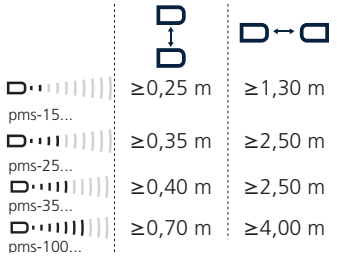

Abb. 2: Mindest-Montageabstände, um eine gegenseitige Beeinflussung der Sensoren zu vermeiden
- Werden mehrere pms-Sensoren auf engem Raum betrieben, dürfen die in Abb. 2 aufgeführten Mindestabstände für eine parallele bzw. für eine gegenüberliegende Anordnung der Sensoren nicht unterschritten werden.